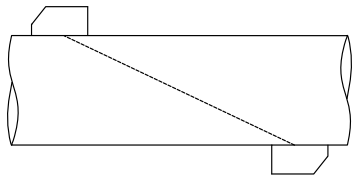

Abb. 3.6: Durchstrahlungsanordnung
Die Sensoren sind auf gegenüberliegenden Seiten des Rohrs montiert (siehe Abb. 3.6).
- ungerade, wenn die Messung in der Durchstrahlungsanordnung (siehe Abb. 3.6) durchgeführt wird,